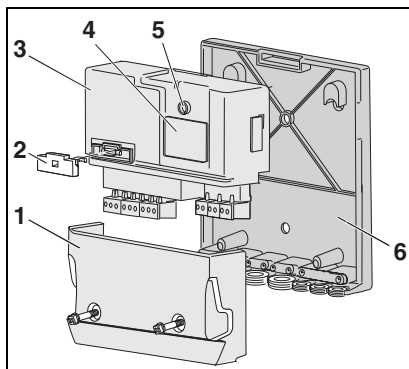

Fig. 1 Perspectiva geral EM10
LED indicador del módulo EM10 (fig. 1, pos. 5)